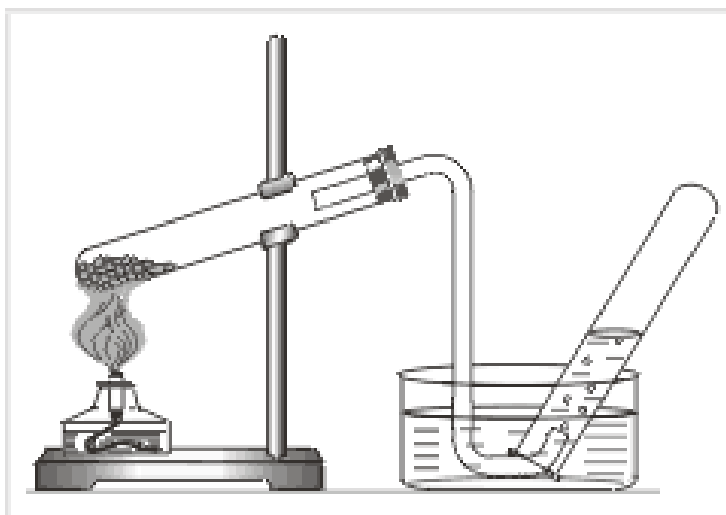

Рис. 7. Прибор для получения кислорода и собиание его методом вытеснения воды
1) пробирку заполните водой. Закройте пробирку большим пальцем и переверните ее вверх дном. В таком положении опустите руку с пробиркой в кристаллизатор с водой. Подведите к концу газоотводной трубки пробирку, не вынимая ее из воды (рис. 7):